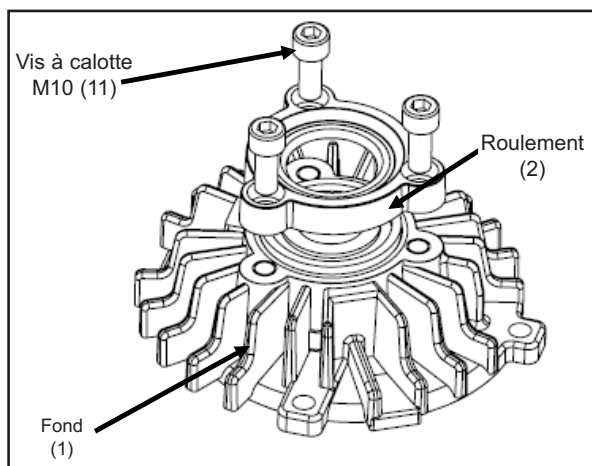

Figure 23
8. Installez un joint torique neuf de protecteur de roulement, remettez en place les cales éventuelles et fixez le protecteur de roulement au fond avec trois vis M10 (11). Serrez les vis au couple de 26 lbs ft (35 N.m) ; voir la figure 23.